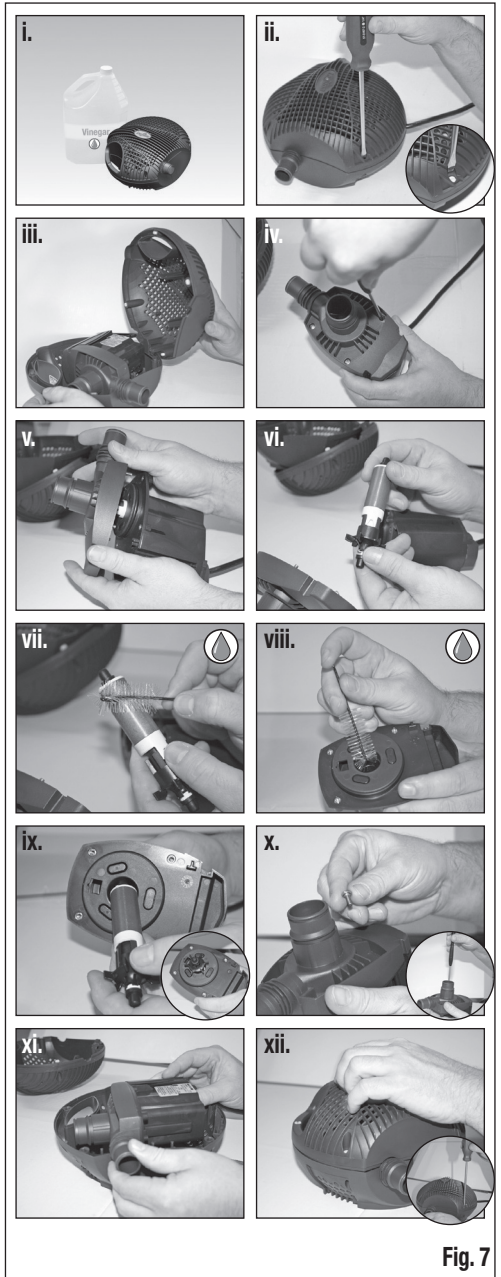

Fig. 7
## PULIZIA E MANUTENZIONE DELLA MAGNETO-GIRANTE, DEL POZZETTO E DELLA VOLUTA (Fig. 7)
5. riassemble con cura il tutto e chiudere il guscio come illustrato alla Fig. 7.
1. Rimuovere la copri girante (4) svitando le 4 viti con un cacciavite a croce;
2. sfilare la magneto-girante (3);
4. riassemble con cura il tutto e chiudere il guscio come illustrato alla Fig. 7.
1. rimuovere la copri girante (4) svitando le 3 viti con un cacciavite a croce;
- Ricollocare quindi la pompa nel guscio (vedi Fig. 7).
1. rimuovere la copri girante (4) svitando le 4 viti con un cacciavite a croce;
Una volta sostituita la boccola con O-ring, riassemble con cura tutte le parti della pompa che dovrà essere poi ricollocata nel proprio guscio (vedi Fig. 7).